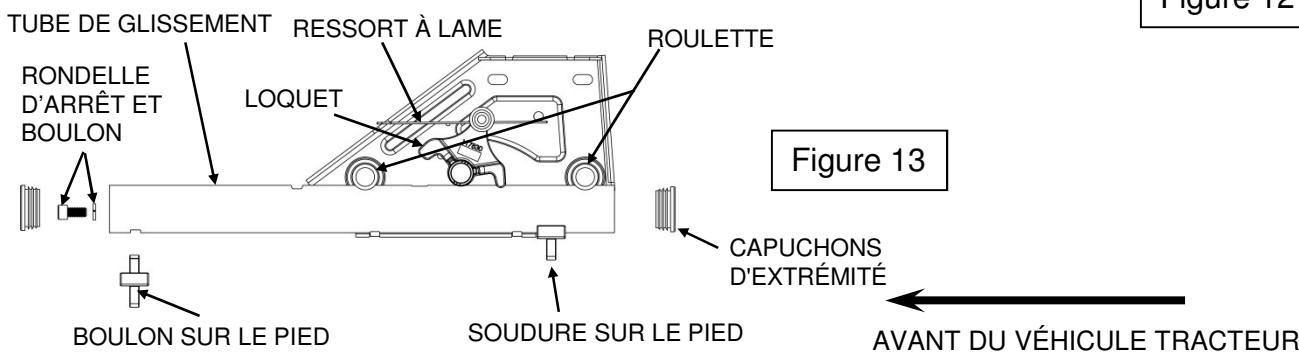
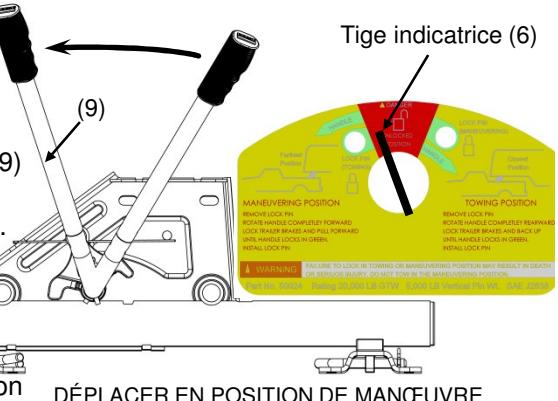
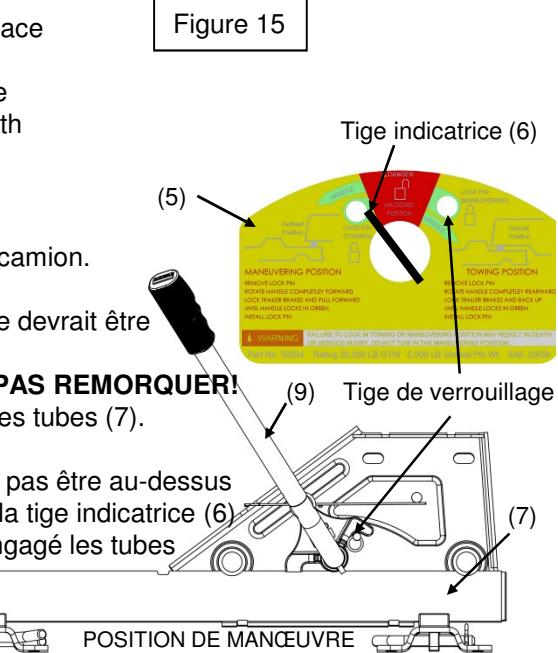

Figure 13
Figure 15
Figure 16
- Retirer tige de verrouillage du trou de remorquage et de tirer la poignée (9) vers l'avant (voir la figure 15). Si la poignée (9) est difficile à déplacer, il peut être coincée dans le trou de verrouillage dans le tube coulissant (7). Cela peut être résolu en déplaçant légèrement le camion ou reculer jusqu'à ce que la poignée (9) se déplace librement. Répétez l'étape 2 si nécessaire.
- La tige indicatrice (6) devrait être au-dessus de la section rouge déverrouillée près de la section de manœuvre (voir figure 15). La pression du ressort pressera le loquet contre le dessus du tube, le loquet se verrouillera dans la fente quand la REESE™ FIFTH Wheel Slider se déplace en position de manœuvre (voir figure 16).
- Retourner au camion. Dégager le frein à main. Engager manuellement le frein de la remorque et avancer le camion jusqu'à ce que la REESE™ Fifth Wheel Slider s'arrête à la soudure au pied (figure 13) et que le loquet s'engage en position manœuvre (voir figure 16).
- Si la sellette ne bouge pas, le loquet a engagé les tubes (7) et la sellette devrait être verrouillée en position de manœuvre.
- Si la sellette ne bouge pas, le loquet n'a pas engagé les tubes (7). **NE PAS REMORQUER!** Répéter les étapes 1 - 6 ci-dessus jusqu'à ce que le loquet ait engagé les tubes (7).
- Examiner l'étiquette de mise en garde (5). La tige indicatrice (6) ne doit pas être au-dessus de la section verte du côté gauche de l'étiquette (5) (voir figure 16). Si la tige indicatrice (6) est au-dessus de la section rouge de l'étiquette (5), le loquet n'a pas engagé les tubes (7). **NE PAS REMORQUER!** Répéter les étapes 1- 6 ci-dessus.